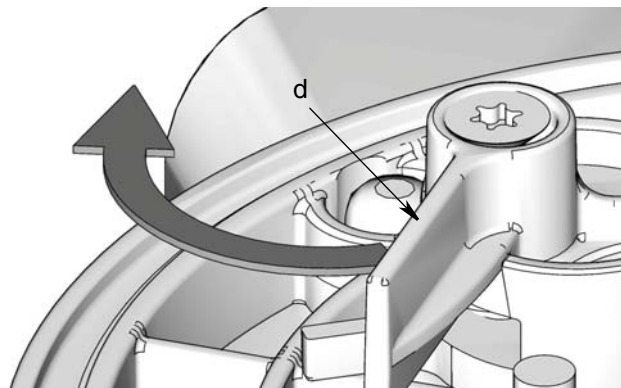

FIG. 9
REMARQUE : Si une languette de niveau bas (d) est installée, pour éviter les endommagements, maintenir le levier de commande de bas niveau à sa position de sortie entière pendant l'installation de la languette d'agitation (FIG. 9).
1. Vérifier que la languette de niveau inférieur (d) est en position complètement sortie comme indiqué sur FIG. 9.